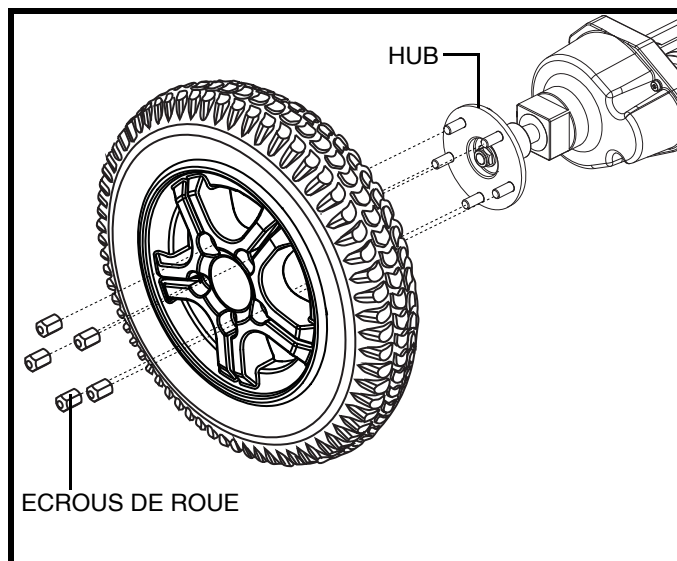

Figure 21. Enlèvement de la roue motrice
4. Retirez les écrous de roue du moyeu. Voir la figure 21.
9. Remettez la roue en place. Voir la figure 21.